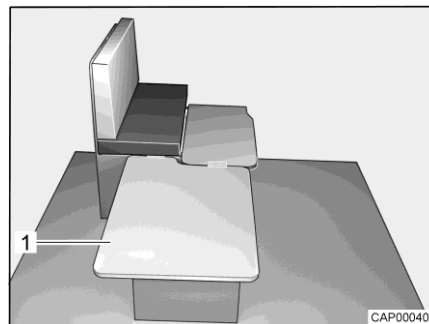

Fig. 62 Durante la trasformazione
- Agganciare la tavola di rinforzo (Fig. 62,1) lateralmente sui sedili e posizionarla sul tavolo.